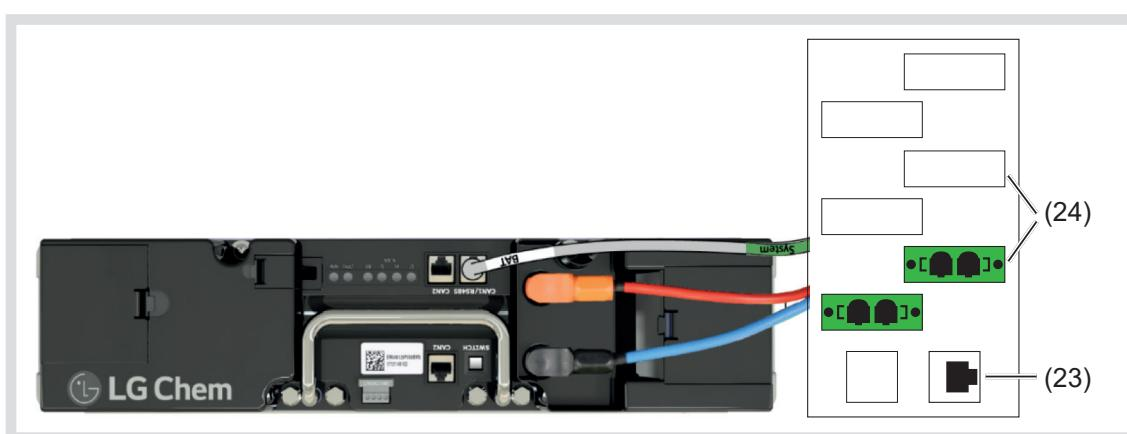

Bild 37: Batteriemodul-Anschluss mit einem Batteriemodul
- Vom Batterie-Leistungskabel (20) den orangen Batteriestecker auf die + Buchse (10) und den schwarzen Batteriestecker auf die – Buchse (18) des Batteriemoduls stecken (Bild 37).
- Den grünen Stecker des Batterie-Leistungskabels in eine Batteriebuchse (24) des Batterie-Anschlussfeldes stecken (Bild 37) und durch anschrauben der Steckerschrauben sichern.
- Den grün gekennzeichneten RJ45-Stecker (a) des Kommunikationskabels (21) in die RJ45-Buchse (23) des Batterie-Anschlussfeldes stecken (Bild 37).
- Den weiß gekennzeichneten RJ48-Stecker (b) des Kommunikationskabels (21) in die RJ48-Buchse **CAN1/RS485** (11) des Batteriemoduls stecken (Bild 37).
- Vom Batterie-Leistungskabel (20) den orangen Batteriestecker auf die + Buchse (10) und den schwarzen Batteriestecker auf die – Buchse (18) des jeweiligen Batteriemoduls stecken (Bild 37).